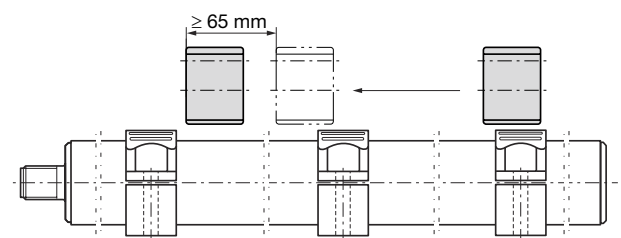

Bild 4-3: Mindestabstand bei Verwendung mehrerer Positionsgeber
- Bei Verwendung mehrerer Positionsgeber ist zwischen diesen ein Mindestabstand von 65 mm einzuhalten (siehe Bild 4-3).